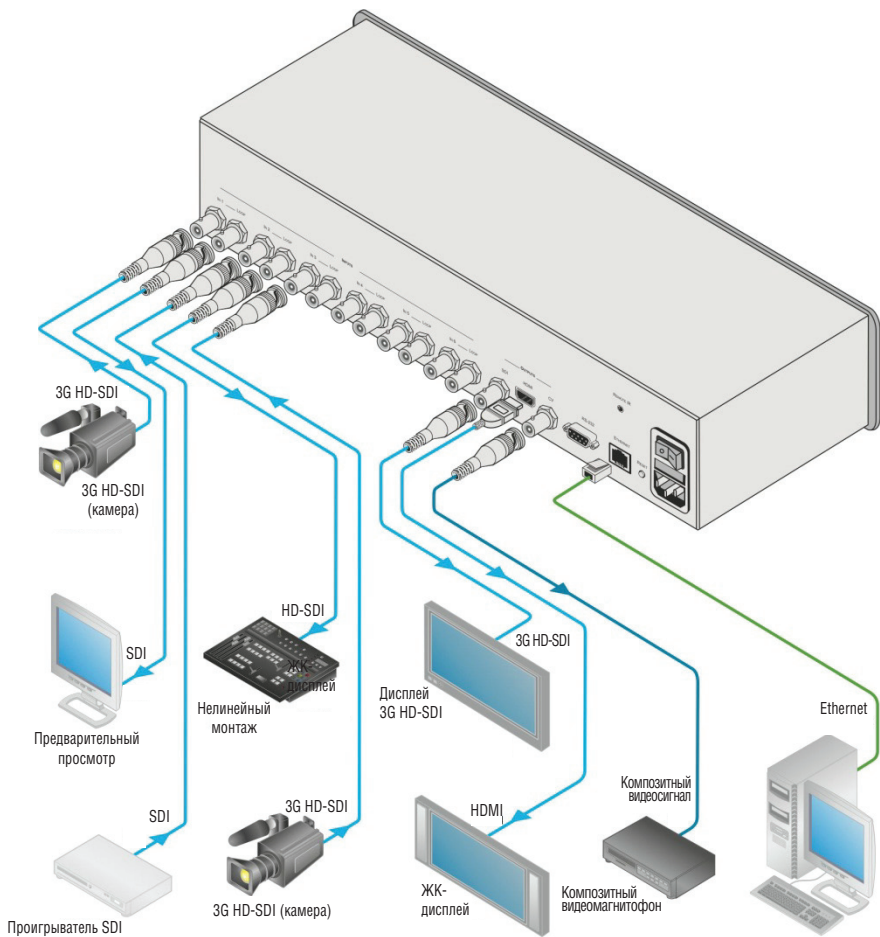

Рис. 3. Подсоединение устройства «картинка в картинке» на 6 изображений / квадратора экрана MV-6
Устройство **MV-6** способно принимать до шести входных сигналов SD/HD/3G HD-SDI. Оно подает на выход сигнал (который может представлять собой любое сочетание входных сигналов) с разъемов SDI, HDMI и входа композитного видеосигнала, как это показано на рис. 3.
Чтобы подсоединить устройство MV-6 в соответствии с примером, показанным на рис. 3, действуйте в следующем порядке:
5. Подсоедините сетевой шнур (на рис. 3 не показан).